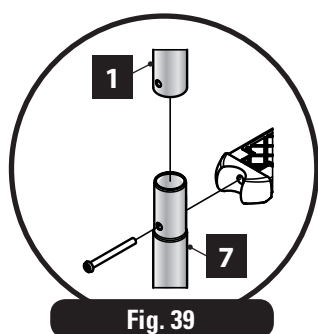

Fig. 39
- Assemble the upper handrail (1) and lower (7) introducing one into the other (figure 39). Fix the steps (6) into the handrails using the bolts (8), the washers (4) and the nuts (9).
- Position plugs (10) into the handrails to avoid the stepladder damaging the wall of the pool.
- When you have assembled the stepladder, place it on the edge with the handrail support (5) as a template.
- Inserte los embellecedores (2).
- Assembler la rampe supérieure (1) et inférieure (7) en les introduisant l'une dans l'autre (figure 39). Fixer les marches (6) aux rampes à l'aide des boulons (8), des rondelles (4) et des écrous (9).
- Positionner les tampons (10) sur les rampes pour éviter que l'échelle puisse abîmer la paroi de la piscine.
- Une fois l'échelle assemblée, positionner celle-ci sur la margelle en utilisant le support de rampe (5) comme gabarit.
- Insérer les enjoliveurs (2).
- Montieren Sie das obere Geländer (1) und das untere (7), indem sie eines in das andere stecken (Abb. 39). Befestigen Sie die Tritte (6) in den Geländern mit Hilfe der Bolzen (8), der Unterlegscheiben (4) und den Schrauben (9).
- Stecken Sie die Stöpsel (10) auf die Geländer, um zu vermeiden, dass die Treppe die Wand des Pools beschädigt.
- Nach dem Zusammenbau der Treppe befestigen Sie sie am Rand mit der Unterstützung des Geländers (5) als Muster.
- Inserire le coperture (2).
- Monteer de bovenste trapleuning (1) en de onderste (7) door het ene deel in het andere te steken (afbeelding 39). Steek de sporten (6) in de trapleuningen met behulp van de bouten (8), de ringen (4) en de moeren (9).
- Plaats de doppen (10) op de leuningen om te voorkomen dat de trap de wand van het zwembad beschadigt.
- Wanneer de trap is gemonteerd, plaats haar aan de rand met de trapleuningsteun (5) volgens patroon.